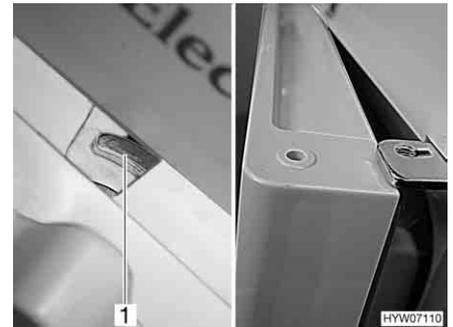

Fig. 191 Porta del frigorifero/del vano congelatore in posizione di ricircolo d'aria (serie Dometic 7 con vano congelatore separato)
- Spostare il dispositivo di bloccaggio completamente verso destra. La porta del frigorifero/porta del vano congelatore è bloccata con l'ausilio dell'arresto della porta (Fig. 191,1). In questo modo la porta del frigorifero/porta del vano congelatore rimane ferma in posizione socchiusa (Fig. 191).